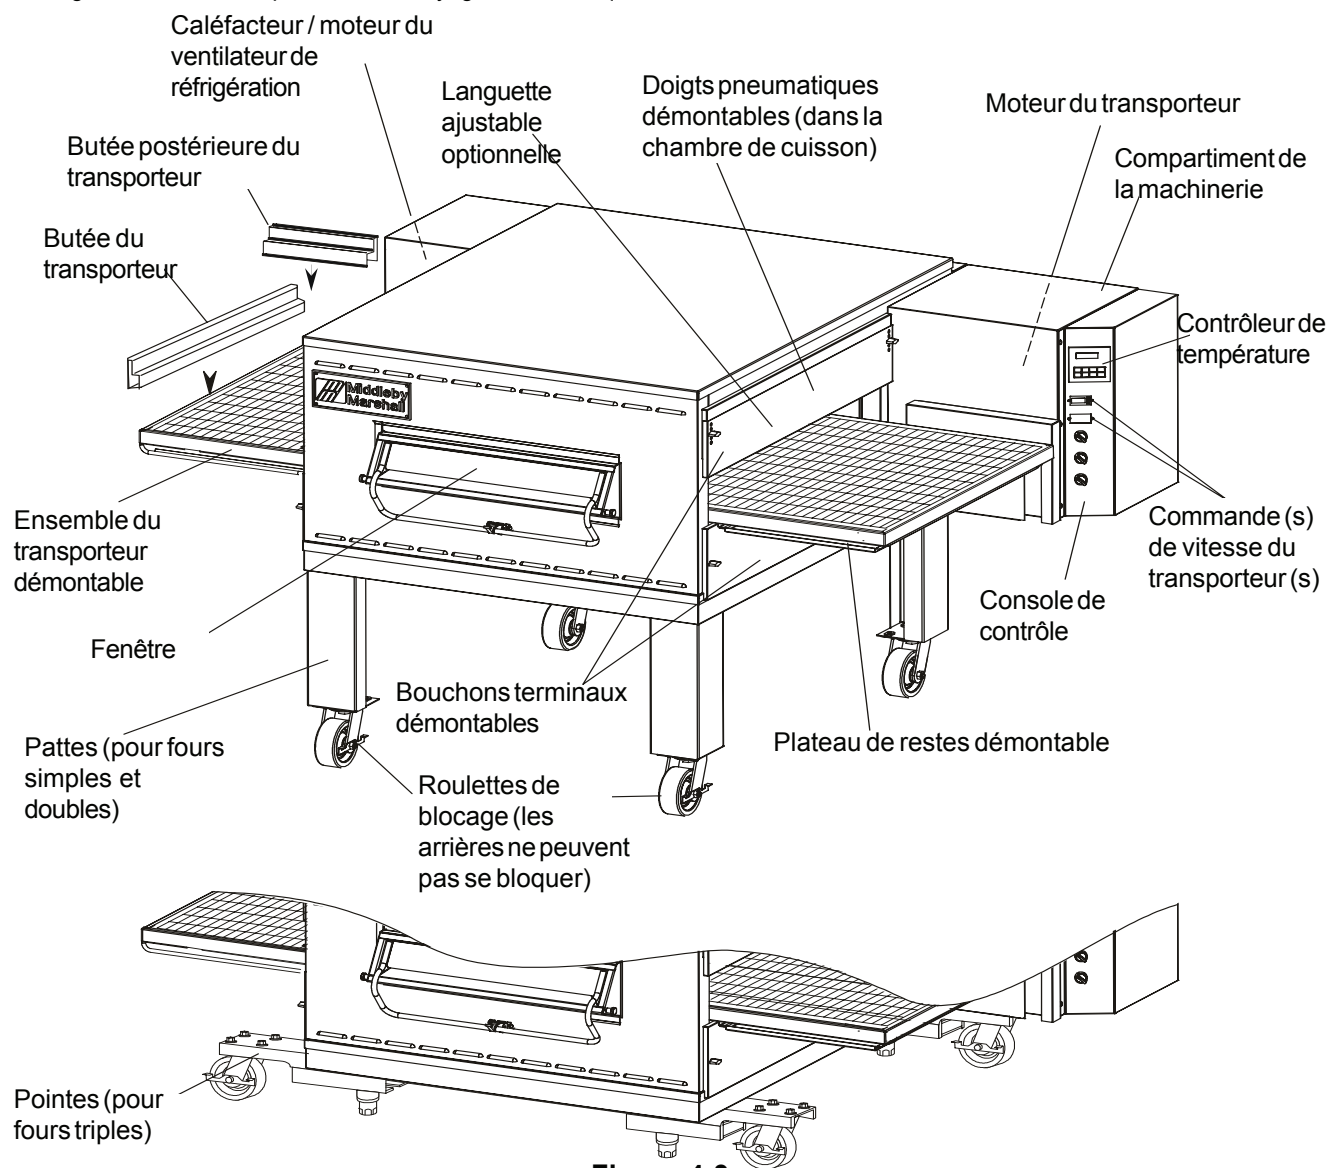

Figure 4-3.
3. Retirez les butées avant et arrière du transporteur (Figure 4-3).